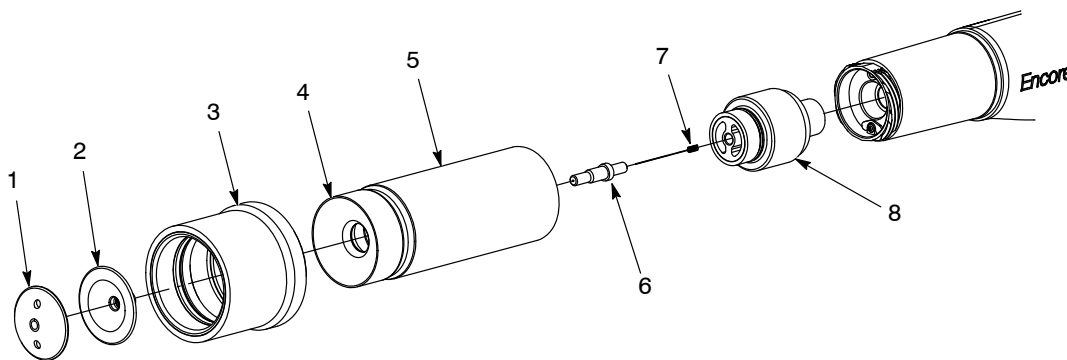

Figura 4-6 Pulizia di un ugello conico
**AVVERTIMENTO:** Rimuovere il cappuccio del deflettore (1) e il deflettore (2) prima di svitare e rimuovere il dado dell'ugello, l'ugello e il regolatore di tratti. Se il deflettore non viene rimosso prima, il supporto dell'elettrodo (8) resterà danneggiato.
1. Vedi figura 4-6. Tenere il deflettore (2) col dito mentre si svita il cappuccio del deflettore (1). Estrarre delicatamente il deflettore dal portaelettrodo (6).
2. Svitare il dado dell'ugello (5) e rimuovere l'ugello conico (4) e il manicotto del regolatore tratto (3) dalla pistola a spruzzo.